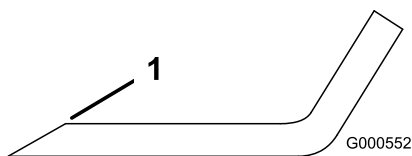

Figura 102
- Utilice una lima para afilar el filo de corte en ambos extremos de la cuchilla (Figura 102).
Nota: Si la cuchilla no está equilibrada, rebaje algo el metal en la parte de la vela solamente con una lima (Figura 102).